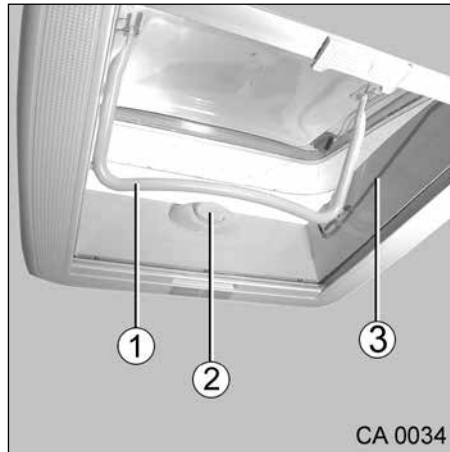

Fig. 45 Mini-Heki
1. Appuyer sur le bouton-poussoir (Fig. 45, Pos. 2) et tirer simultanément l'étrier (Fig. 45, Pos. 1) vers le bas dans la rainure de guidage (Fig. 45, Pos. 3) en passant devant le bouton-poussoir (Fig. 45, Pos. 2).
2. Bloquer l'étrier (Fig. 45, Pos. 1) au moyen du bouton-poussoir (Fig. 45, Pos. 2).